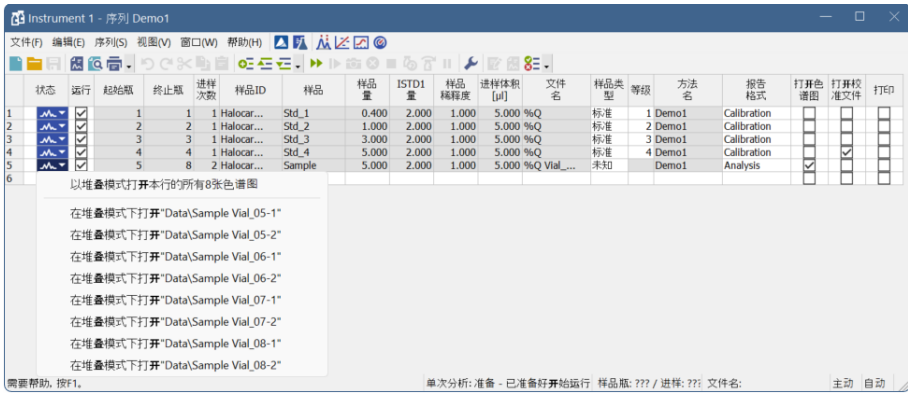

图12: 重叠模式下打开色谱图
- 已经完成运行的行的状态将从绿色字段()更改为带有小色谱图的图标()。运行过程中,图标是橙色的。如果从这一行得到色谱图,则图标中将出现一个小三角形。鼠标左键点击三角形将会显示打开色谱图的选项。您可以点击色谱图的名称去打开色谱图或选择所需要重叠的色谱图来打开这些色谱图,如图所示第**20**页第**图12**。